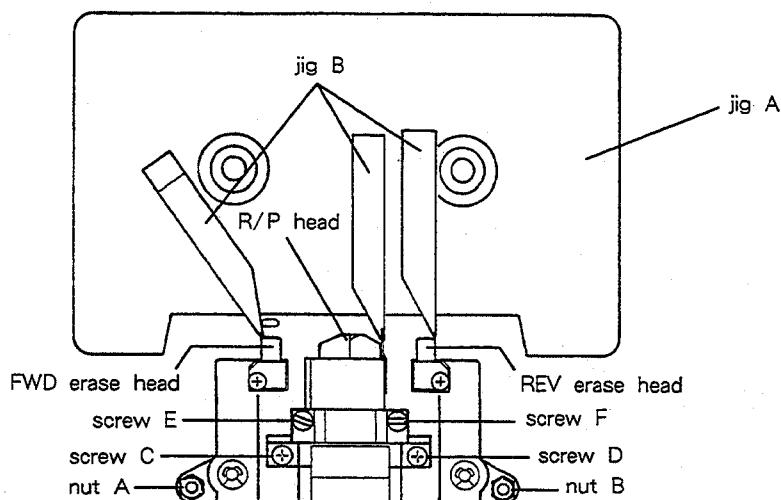

Fig. 2-6
- 1). Set jig A as shown in Fig. 2-6, then set the deck to FWD/PLAY mode.
If it doesn't, adjust Allen nut A shown in Fig. 2-6.
- If the head is both high (or low) in FWD and REV modes, replace the spacer under screws C and D (Fig. 2-6) with a thin (or thick) one. (Add or remove the same number of spacers with the same thickness for both screws C and D.)
- 1). 図2-6のように治具Aをセットし、FWD/PLAYモードにする。
そうでない場合は、図2-6の六角ナットAを調整する。
ネジC, D(図2-6)の下のスペーサーを板厚の薄い(厚い)ものに換える。(C, D同じ厚さのスペーサーを同枚数増減すること)
- 7). Play back the 10 kHz signal on test tape MTT-256 in FWD/PLAY mode, then adjust FWD azimuth adjustment screw E (Fig. 2-6) so that the phase difference between the L and R channels is 0°.
- 7). FWD/PLAYモードでテスト・テープ MTT-256の 10kHz を再生して、Lch と Rch の位相差が 0° になるように FWD 用アジャス調整ネジ E (図2-6) を調整する。